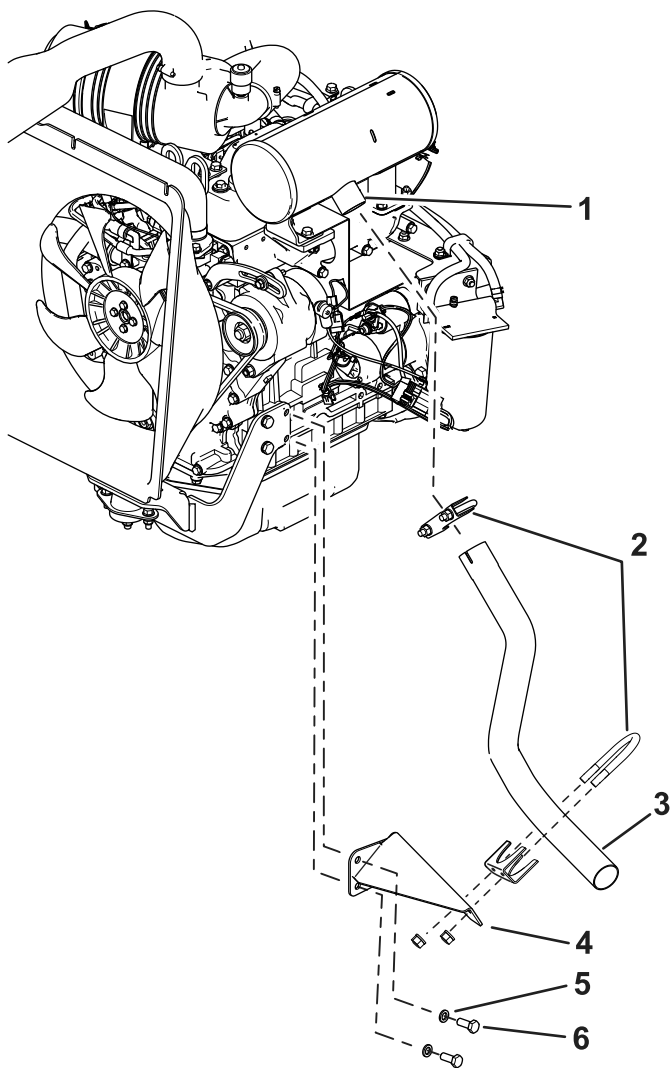

Figura 11
4. Instale o novo conjunto do suporte na lateral do motor com as anilhas e parafusos do motor previamente removidos (Figura 11).
5. Deslize a abraçadeira existente sobre o novo tubo de escape e instale o novo tubo de escape na saída da panela de escape (Figura 11).
6. Instale a nova abraçadeira em redor do novo tubo de escape e no conjunto do suporte com as ferragens da abraçadeira (Figura 11).
8. Aperte os parafusos do motor com 54 N·m e, em seguida, aperte todas as abraçadeiras (Figura 11).